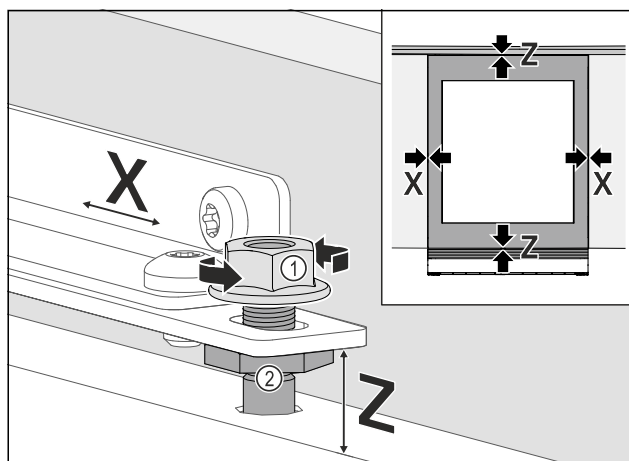

Fig. 102
- Подравнете вратата на шкафа странично: Разхлабете контрагайката Fig. 102 (1), изместете вратата на шкафа в посока X.
- Затегнете контрагайката Fig. 102 (1).
- Подравнете вратата на шкафа по височина Z и по страничен наклон: Настройте настройващия болт Fig. 102 (2).